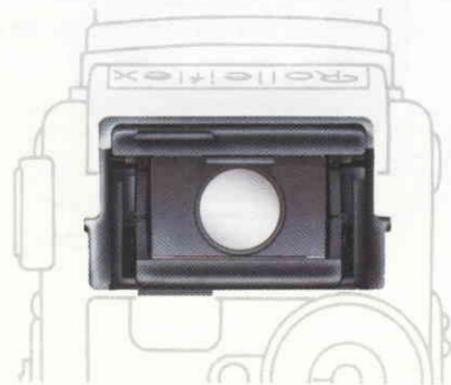

Abb. 35
- Zur genaueren Beobachtung – und um den Einfall hellen Streulichts zu vermeiden – klappt man die Sucherlupe heraus (Abb. 35).